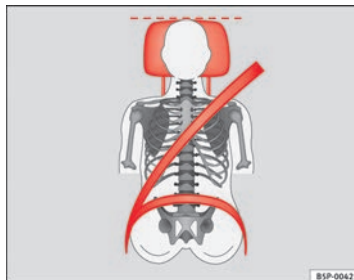
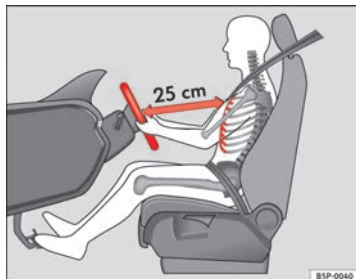

Fig. 29 Faixa do cinto de segurança e encosto de cabeça com ajuste correcto.
Fig. 28 Distância correcta entre o condutor e o volante.
- Ajuste o banco de modo a que o volante fique no mínimo a 25 cm do tórax ⇒ Fig. 28 e de forma a que possa segurar nele lateralmente pela parte exterior com as duas mãos e com os braços ligeiramente flectidos.
- Ajuste o banco do condutor longitudinalmente de forma a que possa pisar a fundo os pedais com as pernas ligeiramente flectidas e a que os joelhos fiquem no mínimo a 10 cm do painel de instrumentos ⇒ Fig. 28.
- Ajuste o encosto de cabeça de modo a que o rebordo superior do encosto fique, na medida do possível, à altura da parte superior da cabeça, e nunca abaixo dos olhos. Mantenha a nuca o mais próximo possível do encosto de cabeça ⇒ Fig. 28 e ⇒ Fig. 29.
Ajuste a distância correcta entre o condutor e o volante ⇒ Fig. 28 com a ajuda dos comandos que se encontram no banco do condutor ⇒ Página 52.